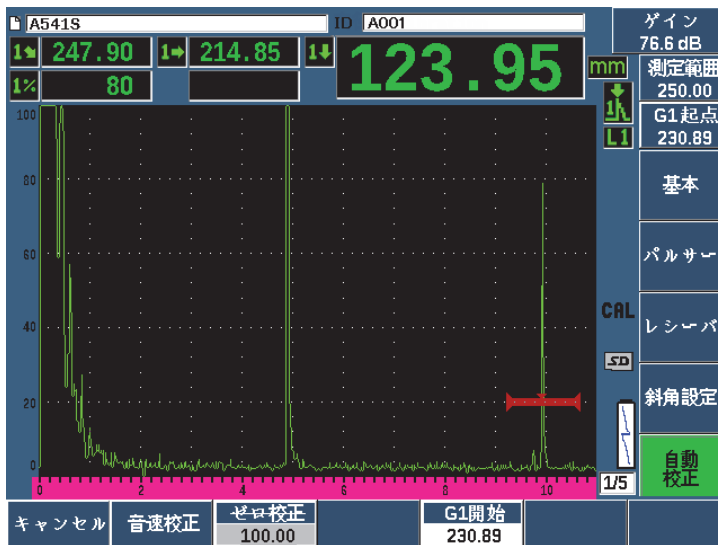

図 9-22 音速校正におけるゲート信号の例
7. **G1 開始** ボタン (P5 キー) を使用し、試験片の弧からの 2 番目の反射源がゲートの範囲内に収まるようにゲート 1 を配置します。この反射エコーは、およそ 225 mm (9 インチ) の位置に現れます (186 ページの図 9-22 参照)。